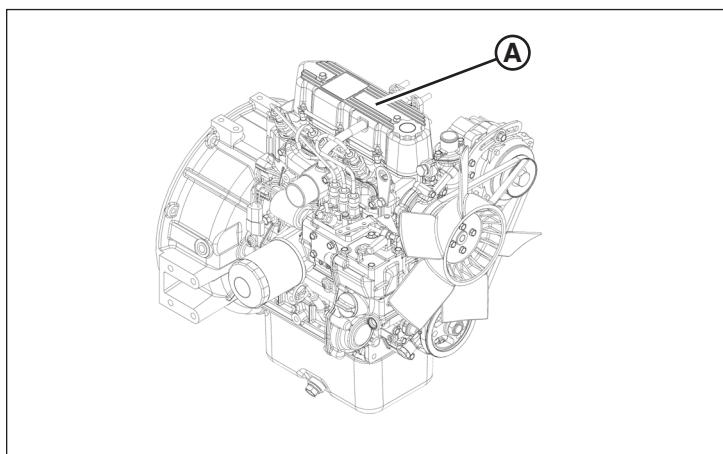

Figura 28
**Mitsubishi:** El motor tiene una placa de número de serie (**A**, Figura 28) adjunta en la parte superior del motor.